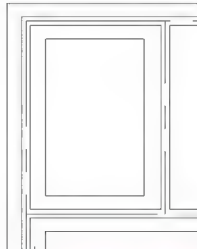

图 5.13 用【圆角】命令修角
(2) 用【圆角】命令修角, 模式为【修剪】模式, 圆角半径为“0”, 结果如图 5.13 所示。